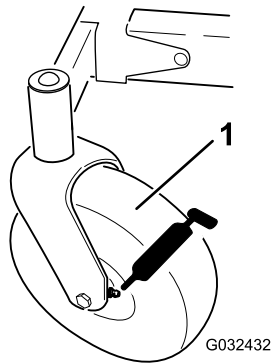
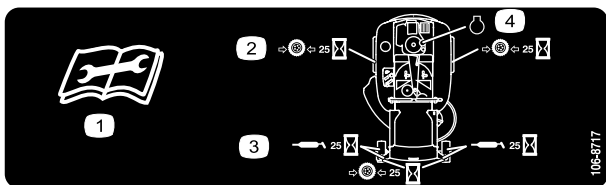

Bild 33
Bild 34
3. Reinigen Sie die Schmiernippel (Bild 33 und Bild 34) mit einem Lappen.
4. Setzen Sie die Fettpresse nacheinander an allen Nippeln an (Bild 33 und Bild 34).